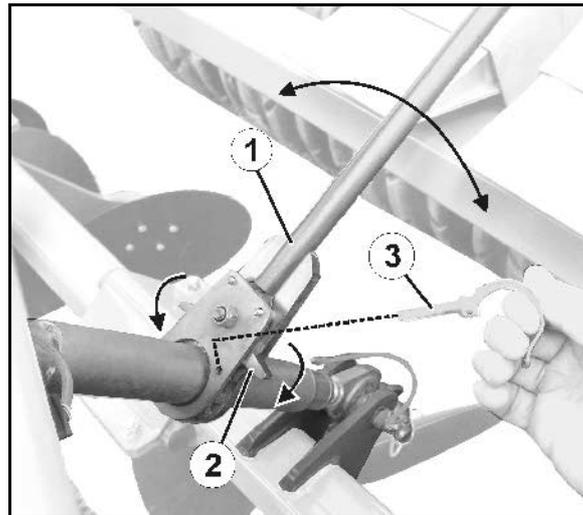

Fig. 58
1. Klapstecker (Fig. 58/3) entfernen.
2. Schwenkhebel (Fig. 58/2) entsprechend der gewünschten Drehrichtung einrasten.
3. Spindel über den Handhebel (Fig. 58/1) verlängern / kürzen.
4. Einstellung mit Klapstecker (Fig. 58/3) sichern.